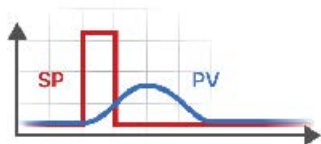

Рис. 5. Импульсное изменение задания регулятору
- ▶ импульсное изменение задания регулятору (рис. 5);